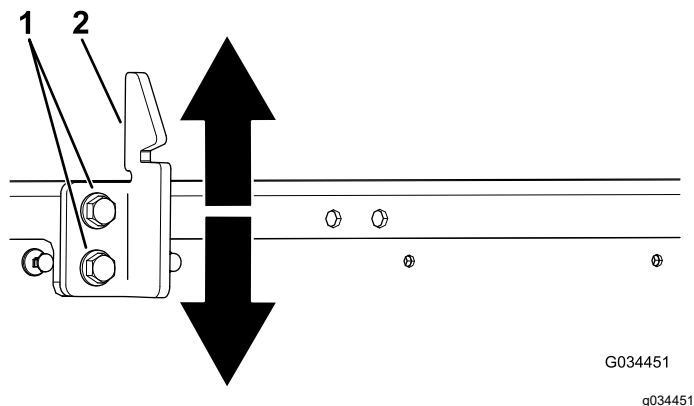

Figura 64
3. Afloje los 2 pernos en el cerradero del cierre de la plataforma y desplácelo hacia arriba o hacia abajo, en función de si está demasiado alto o bajo (Figura 64).
4. Apriete los 2 pernos del cerradero del cierre de la plataforma (Figura 64).